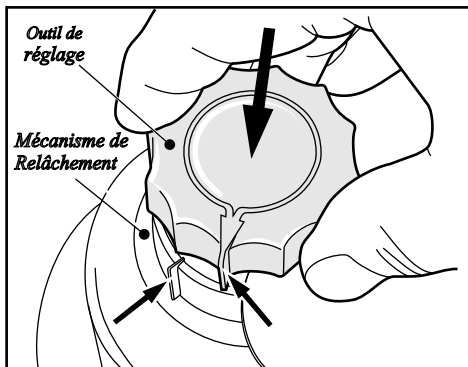

Figure 24 Mettez en position l'outil de réglage dans le mécanisme de relâchement
6. Placez l'outil de réglage d'origine dans le mécanisme de relâchement en le faisant tourner jusqu'à ce qu'il s'emboîte parfaitement. (Voir Fig. 24)